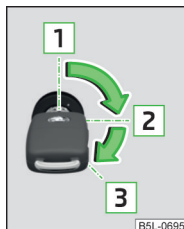

Fig. 120
» fig. 120
- » Gire la llave en la posición **3** » fig. 120 de la pág. 95 y continúe el proceso de arranque. Luego suelte la llave, el motor arranca automáticamente.
- » Gire la llave a la posición **1** » fig. 120 de la pág. 95.